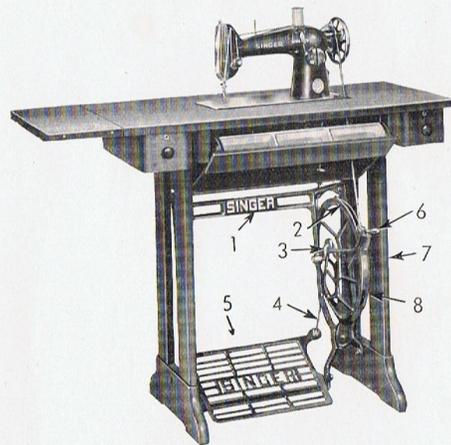

Abb. 1
**Teilebezeichnungen zu Abb. 1**